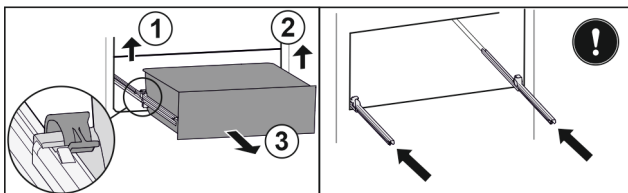

Fig. 94
- Lyft vänster klämma och dra samtidigt utdragslåda till vänster framåt. Fig. 94 (1)
- Lyft höger klämma och dra samtidigt utdragslåda till höger framåt. Fig. 94 (2)
- Ta ut utdragslåda genom att dra den framåt. Fig. 94 (3)